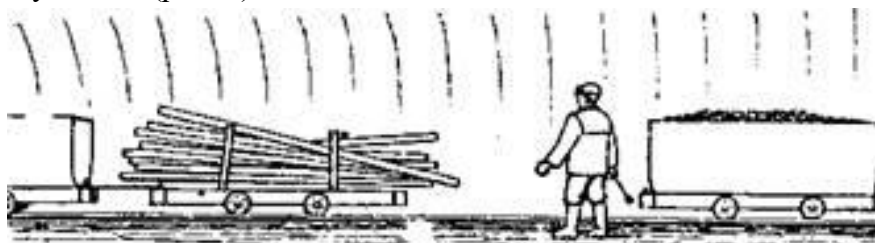

Рисунок 5
13. Вы обсаживаете верхнюю приемо-отправительную площадку уклона. К уклону подвезли состав с лесоматериалами. Вы обнаружили, что в одной из платформ лесоматериалы не увязаны (рис. 5).